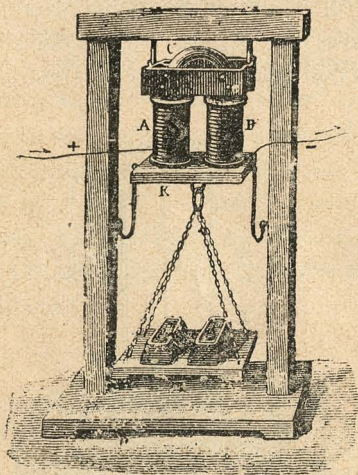

Fig. 220.—Electroimán.
8. **Electroimán.**—El *electroimán* (fig. 220) está formado por un cilindro de hierro dulce envuelto por un carrete de hilo metálico en que pasa una corriente. En el electroimán de forma de herradura, sólo se envuelven las extremidades, y el enroscamiento ha de ser tal que el hilo de un carrete sea la continuación del hilo del otro, de modo que la corriente vaya de derecha á izquierda